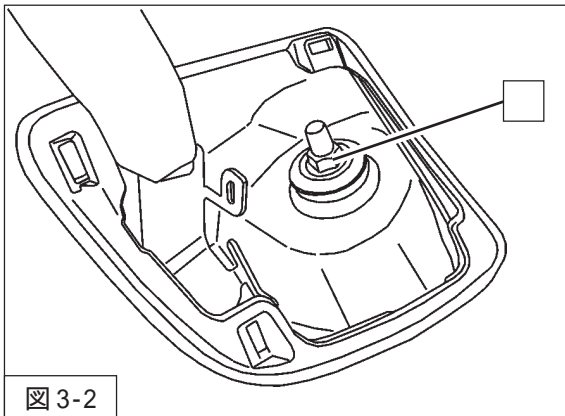

図3-2
3. ダンパーアッパー取付ナットを取外してください。(図3-2)